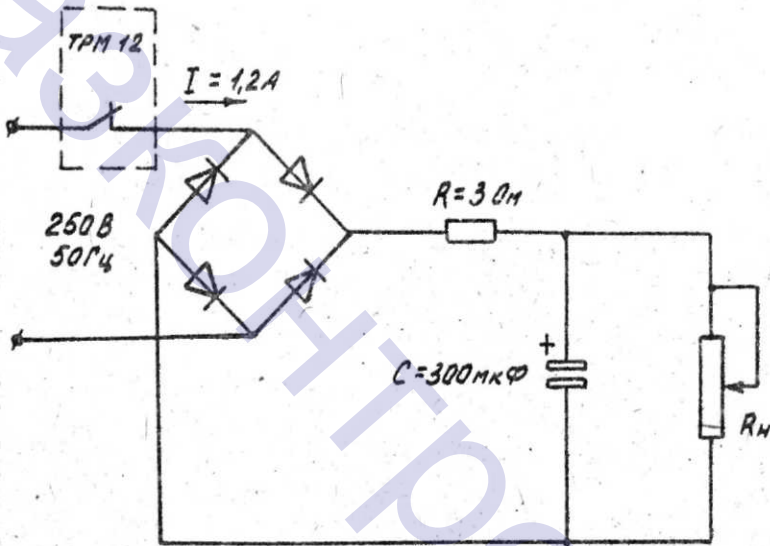

Рис. 3 Схема коммутации реле
** Схема коммутации реле приведена на рис. 3